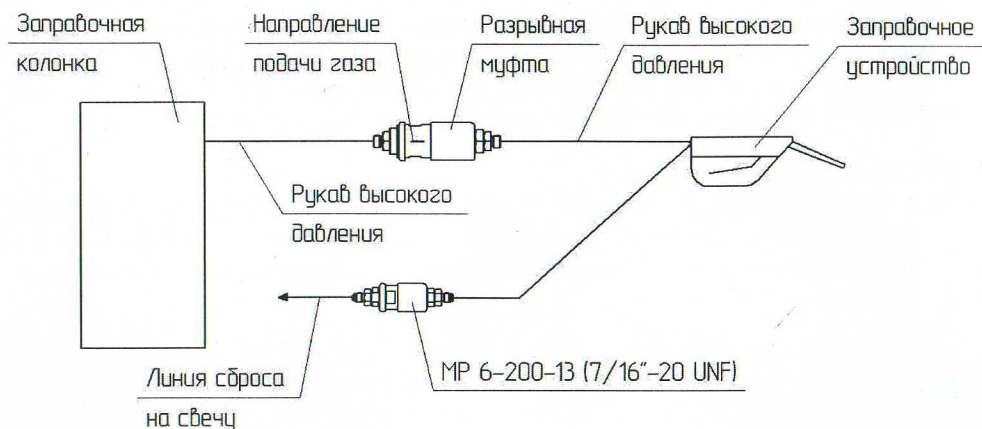

Рис. 1 Схема установки муфты MP 6-200-13 (7/16"-20 UNF)
1.3 Муфта устанавливается на линии сброса избыточного давления произвольно (не зависит от направления потока газа) - в соответствии со схемой (рис.1). Дополнительного закрепления муфты не требуется.
8.3. Подсоединение муфты производить в соответствии со схемой (рис.1).